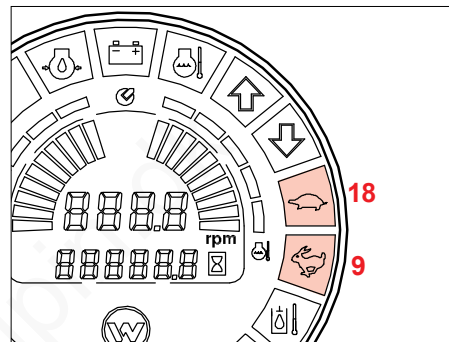

Fig. 41
Læsseren har to gear, ilgang og krybegang. Med kontakten pos. 2 (Fig. 41) skiftes læsserens gear.
- Læsseren skifter fra krybegang til ilgang. Kontrollampen „18“ (Fig. 41) lyser.
- Læsseren skifter fra ilgang til krybegang. Kontrollampen „9“ (Fig. 41) lyser.